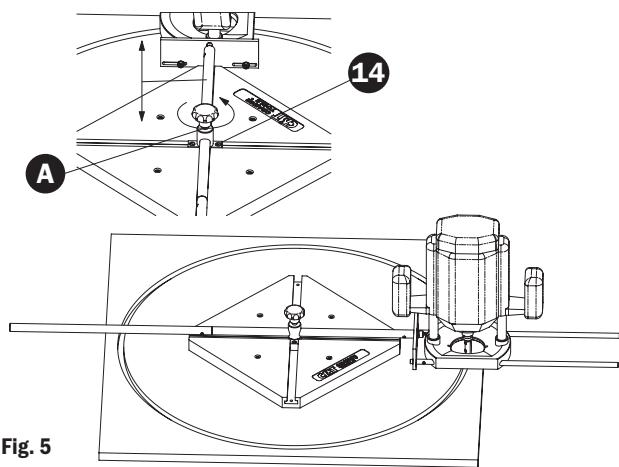

Fig. 5
**(Fig. 5)** Insérer la coulisse entière (A) à l'intérieur de la rainure de la structure en plastique (1), la déplacer vers le centre de la structure en plastique (1) à l'intersection des rainures et la fixer à la structure (1) avec les vis M4x25 évasées (14).
**(Fig. 5)** Insérer la coulisse entière (A) au centre de la rainure de la structure en plastique (1) et insérer la coulisse entière (B) le long du demi-axis majeur. Desserrer alors le volant à lobes (7) de les coulisses (A) et (B), déterminer la longueur du demi-axis majeur souhaité en déplaçant la rallonge (4) et (5) vers le centre du pivot de la coulisse (A) et serrer le volant à lobes (7) pour le fixer (le volant à lobes (7) de la coulisse (B) n'est pas encore fixé et la rallonge (4) e (5) peut encore coulisser librement à l'intérieur de la coulisse).